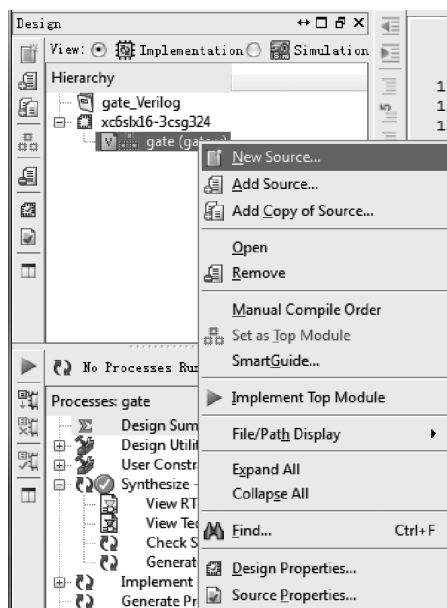

图 3.32 添加 gate.v 文件
- (1) 如图 3.32 所示,选择 gate.v 文件,单击右键,出现浮动菜单,选择 New Source。